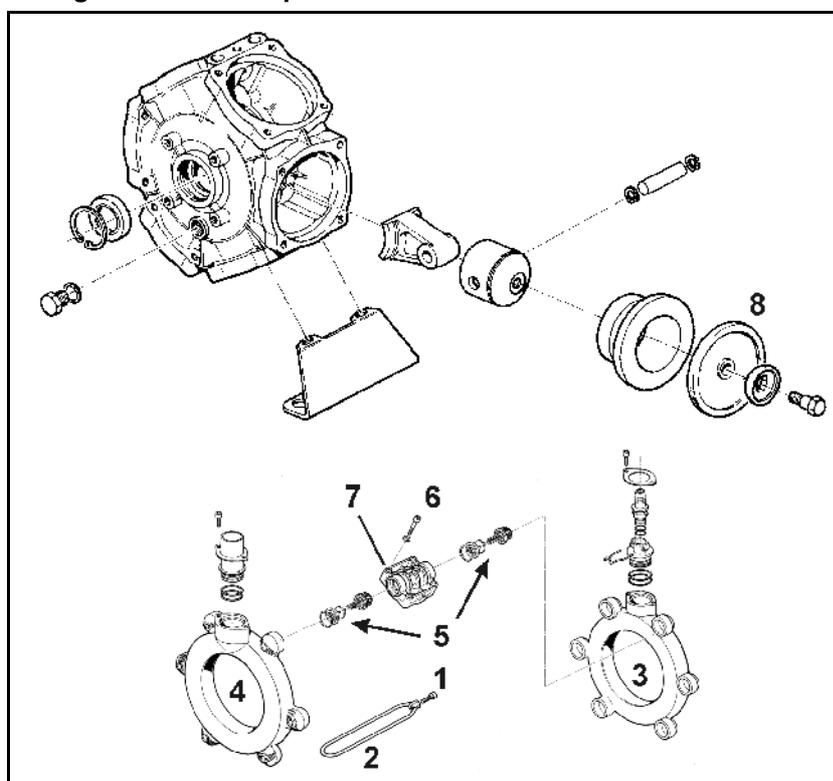

Fig. 149
- Überprüfen Sie die Kolbenmembrane (Fig. 149/1) mindestens einmal jährlich durch Demontage auf ihren einwandfreien Zustand.
- Achten Sie auf die jeweilige Einbaulage der saug- und druckseitigen Ventile, bevor Sie die Ventilgruppen (Fig. 149/5) herausnehmen.
- Tauschen Sie grundsätzlich alle Kolbenmembrane (Fig. 149/6) aus, auch wenn nur eine Kolbenmembrane gequollen, gebrochen oder porös ist.
2. Schrauben (Fig. 149/1) lösen und Spannbügel (Fig. 149/2) entfernen.
3. Saug- und Druckkanal (Fig. 149/3 und Fig. 149/4) abnehmen.
4. Ventilgruppen (Fig. 149/5) herausnehmen.
5. Entfernen Sie die Schrauben (Fig. 149/6).
6. Nehmen Sie den Zylinderkopf (Fig. 149/7) ab.
7. Überprüfen Sie die Kolbenmembrane (Fig. 149/8).
8. Tauschen Sie schadhafte Kolbenmembrane (Fig. 149/8) aus.